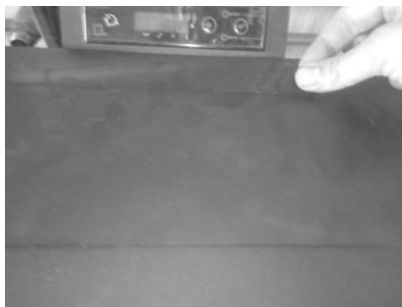

Figura 47 - Abertura da tampa do depósito de pellets
Para aceder ao depósito de *pellets* deverá retirar a tampa situada no topo do equipamento (Figura 47).
- 1 – Abra a tampa do depósito de *pellets*, na zona superior do equipamento, tal como mostrado na Figura 47.